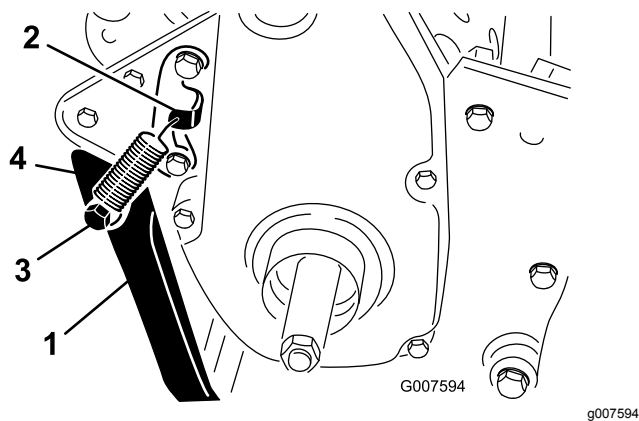

Figura 8
2. Enganche el muelle en el taladro del soporte y al anclaje, alineando el caballete con los taladros de montaje del bastidor trasero (Figura 8).
- Sujete el caballete a cada lado del bastidor con un perno, una arandela de freno, un espaciador, una arandela plana y una contratuerca (Figura 8).